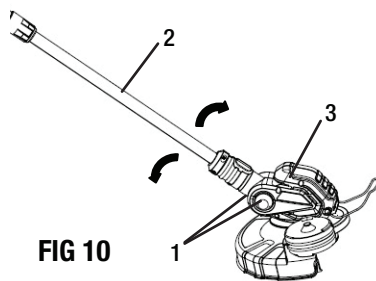

FIG 10
INCLINACIÓN DEL CABEZAL DEL MOTOR (FIG 10)
1. Presione los botones de inclinación (1) a ambos lados del cabezal del motor (3).
2. Incline el eje (2) contra el cabezal del motor al ángulo deseado como se muestra en la Fig. 10. Un sonido de clic indica que el eje está bloqueado en una de las posiciones.